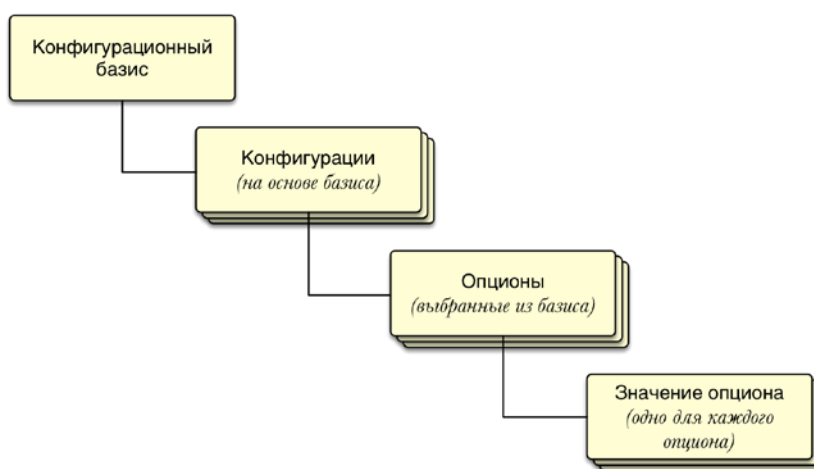

Рис. 10-196. Конфигурации на основе базиса
- 5) При нажатии на кнопку «Да» отчет открывается в программе «Конструктор отчетов». Пример отчета карты опционов показан на рис. 10-196.
- 6) Выбрать в левой части конструктора отчетов нужный опцион (1 на рис. 10-196).
- 7) В правой части отобразится лист отчета, который включает этот опцион и его значения (2 на рис. 10-196). В нижней части каждого листа отчета выводится наименование конфигурационного базиса (3 на рис. 10-196).